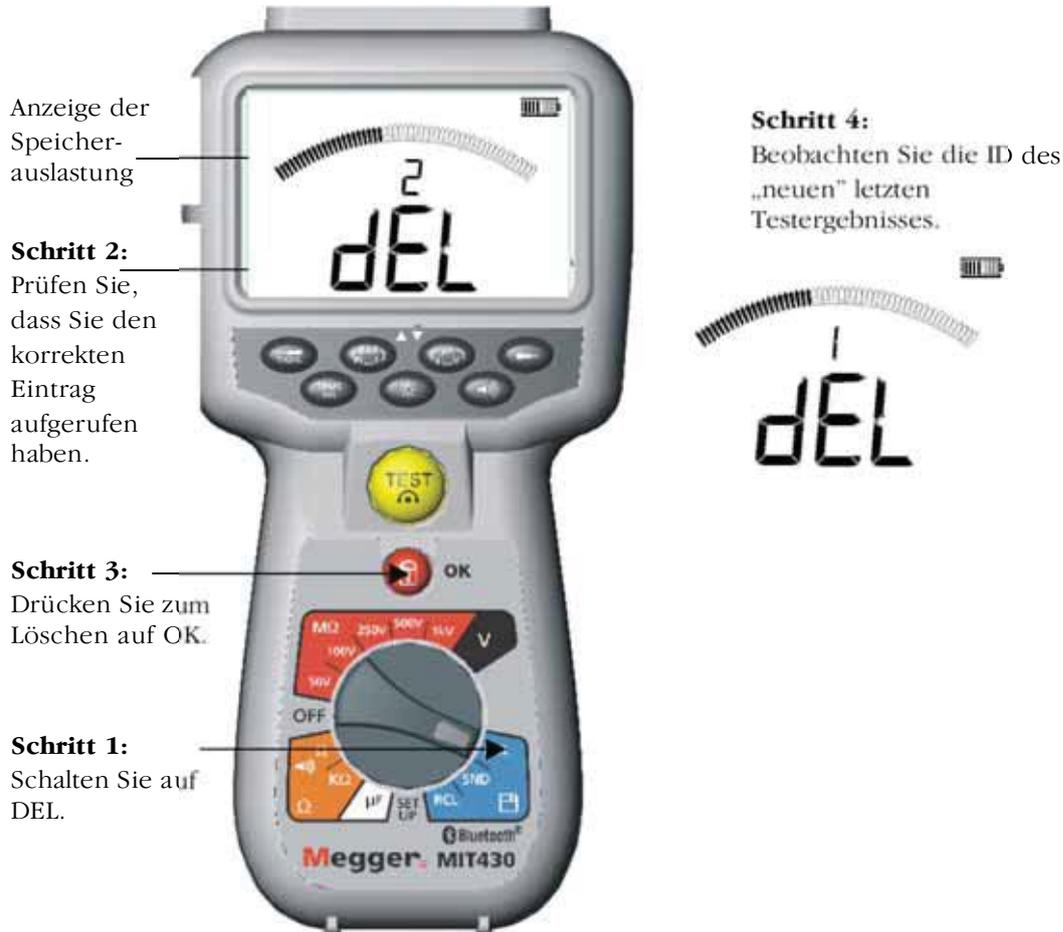

Abb. 16 Löschen eines einzelnen Testergebnisses
16.1 Verfahren zum Löschen eines einzelnen Testergebnisses (siehe Abb. 16)